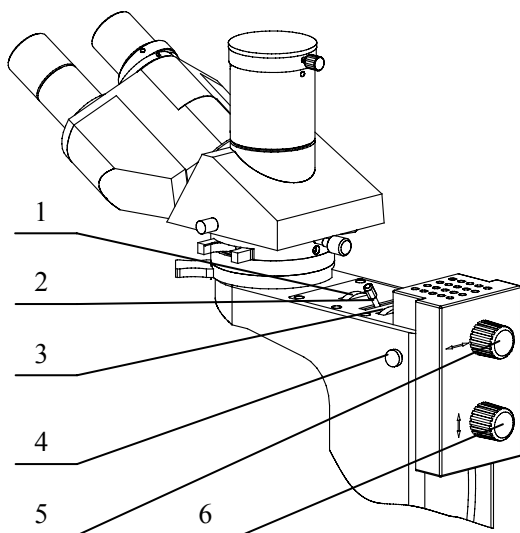

图 12
8. XPL-1503/XPL-1530 落射照明器部分, 见图 12。